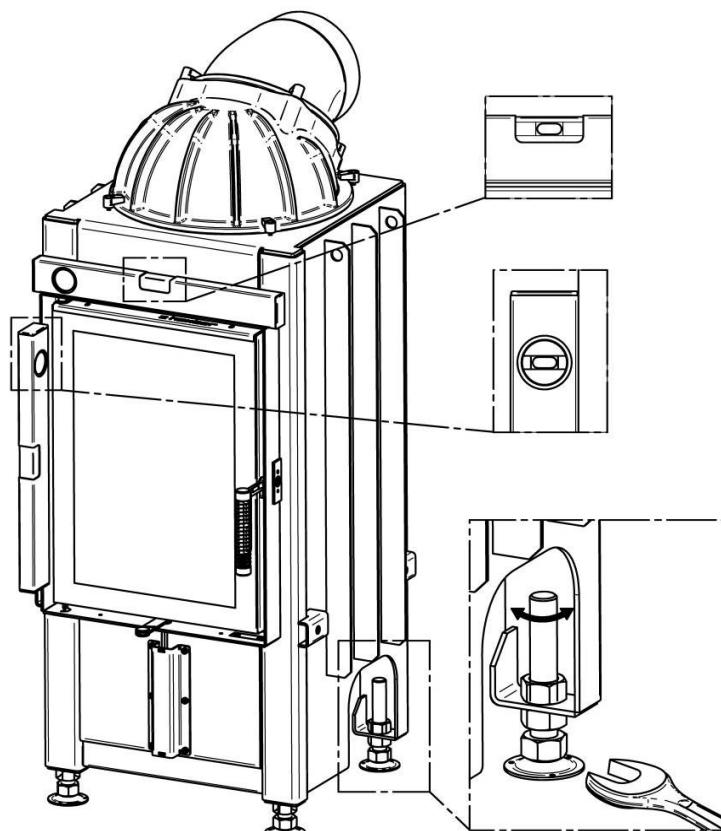

Рис. 2
- Расстояние топки от пола можно регулировать (рис. 2). Используйте регулируемые ножки, чтобы выставить нужную высоту. Регулировка по высоте до 6 см (только 1 см для угловых топок). Топка должна быть отрегулирована по горизонтали и вертикали.